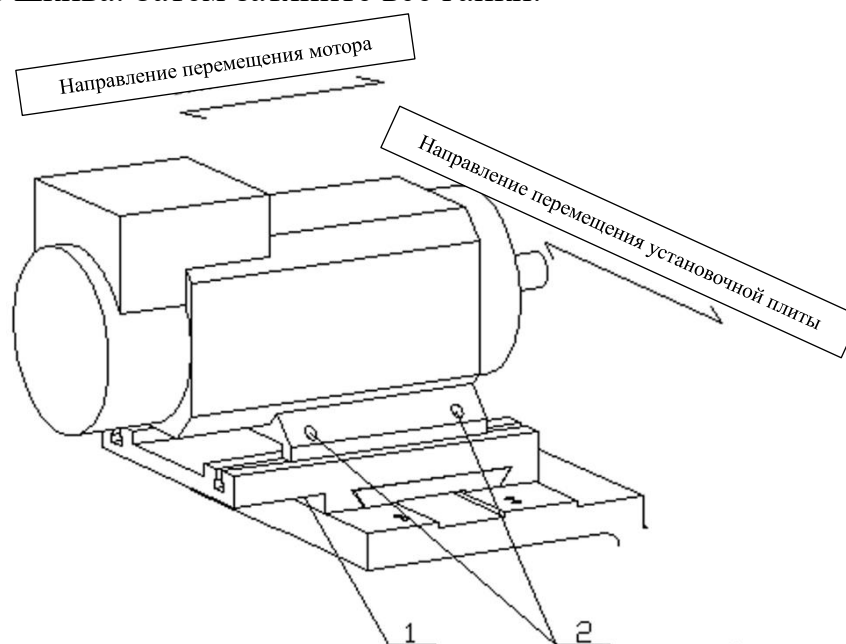

Рис. 5 Схема регулировки натяжения ремня
Натяжение ремня можно отрегулировать в соответствии с Рис. 5. Откройте левую защитную дверцу, открутите регулировочный винт (1), переместите установочную плиту мотора вперед или назад в зависимости от требований, чтобы обеспечить правильное натяжение. Проверить натяжение ремня можно следующим образом: ударьте по нему кулаком, при слабом натяжении звук будет глухим, а при правильном натяжении ремень будет вести выразительно и вибрировать. После завершения регулировки затяните винт. Открутите винт (2), чтобы переместить мотор в левую и в правую сторону, чтобы настроить параллельность шкива. Затем затяните все гайки.